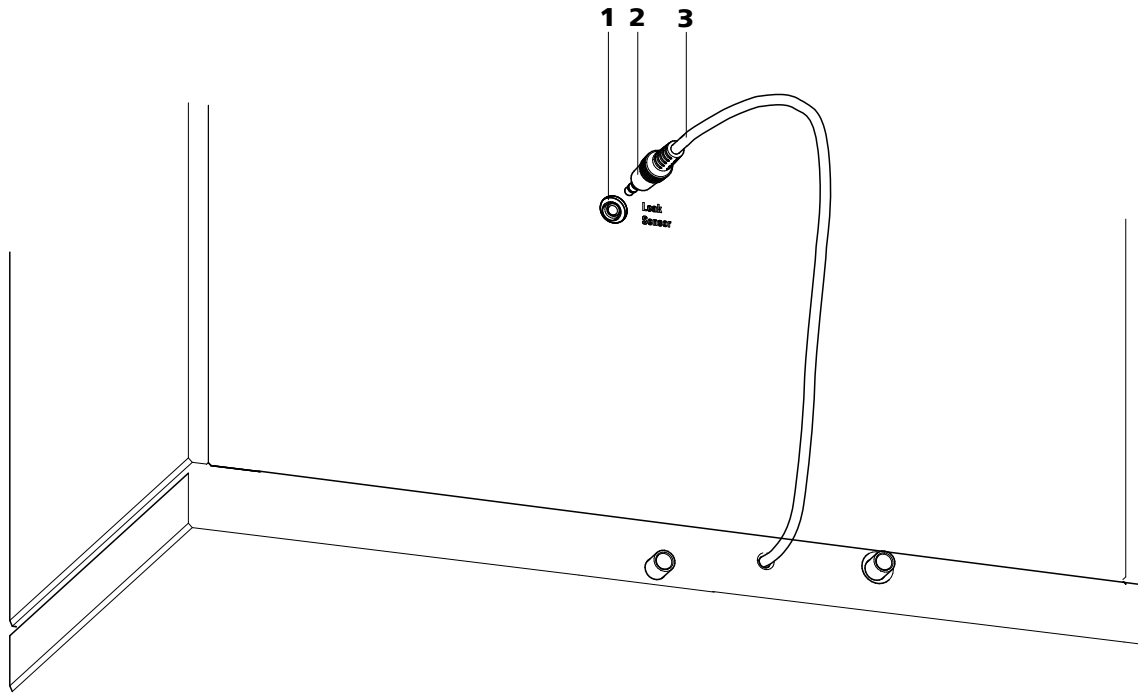

Abbildung 7 Anschluss des Lecksensors an der Geräterückseite
- 1** Lecksensor-Anschlussstecker (7-2) in die Lecksensor-Anschlussbuchse (7-1) auf der Geräterückseite (siehe Abbildung 7, Seite 24) einstecken.